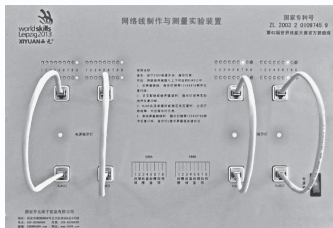

图4-53 测试
16) 测试。跳线制作完成后, 首先用卷尺测量长度是否合格, 然后在西元设备上测量线序是否合格, 仔细观察指示灯的闪烁循序, 特别观察显示接地的第9个指示灯, 如图4-53所示。